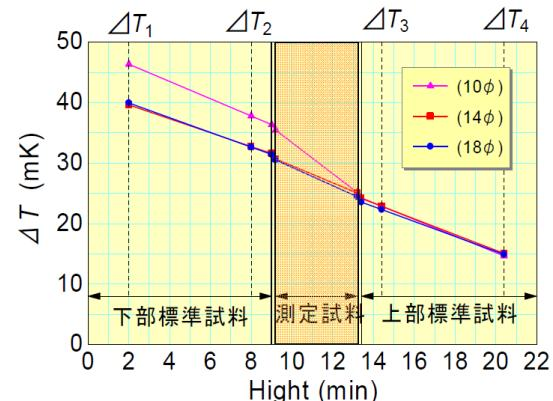

図2 温度傾斜法による銅測定試料の温度分布
- ▶ 温度傾斜法は、熱伝導率既知の基準試料と未知の測定試料について、内部の温度勾配を比較して値を決定する相対測定法である。薄い板状試料にも対応しやすい。銅を測定した温度分布の結果を図2に示す。